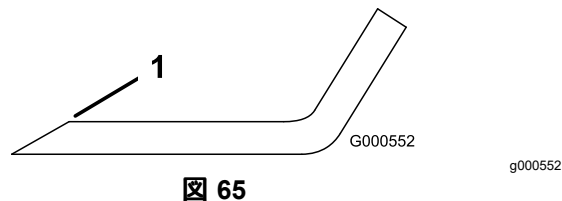

図 65
1. ブレードは、左右の刃先をやすりで磨く **図 65**。
注 もし傾くようなら、重い方の裏面を少し削って調整する **図 65**。